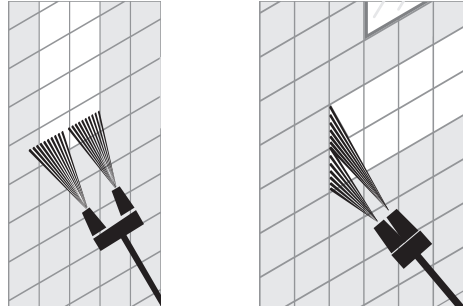

Rys. 7
- Przymocuj lancę długą (7) do pistoletu natryskowego (9) (Rys. 7).
- Przymocuj adapter dysz obrotowych (19) do lancy długiej.
- Założ obie dysze obrotowe (18) na adapter dysz obrotowych.